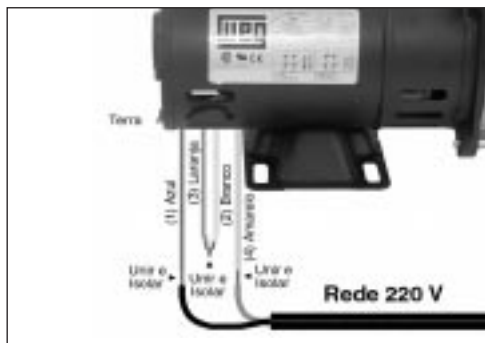

Figura 2 - Esquema de ligação motores monofásicos
- Motores Monofásicos:** seguir o esquema mostrado na Figura 2.